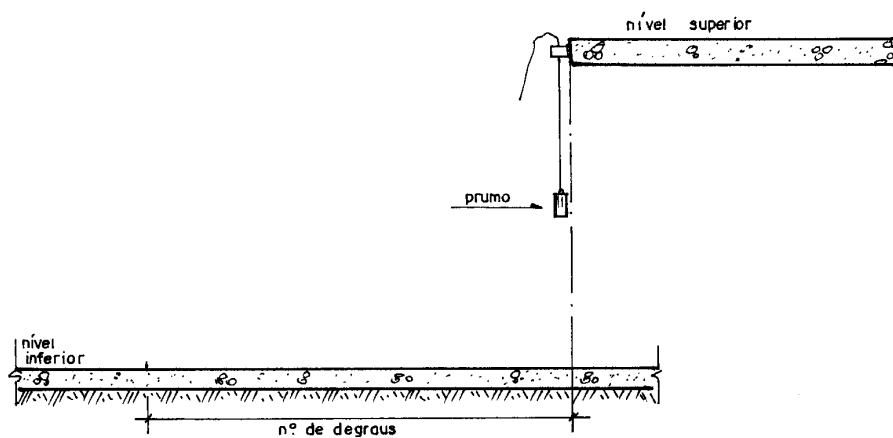

Figura 12.14 - Início da divisão da escada
- 1º - Medir na horizontal a somatória do nº de degraus. Ex.: 10 degraus de $p=30$ cm = 3,00m.(Figura 12.14)